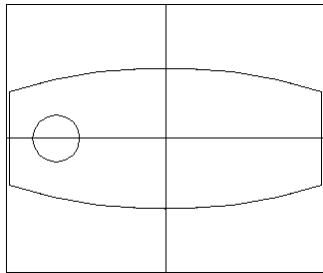

图 14-27
(8) 设置用户坐标系。在命令行直接输入 `ucs`。将新的坐标原点移动到点 `0, 0, 150`。
(9) 切换视图。执行 `View→3D Views→Plan View→current ucs` 命令。
(10) 作圆。单击  按钮或者在命令行直接输入 `circle`。圆心设为 `-70, 0`。半径设为 `15`, 结果如图 14-27 所示。
(11) 重复上述指令, 在右边的对称位置再作一个同样大小的圆。
(12) 单击  按钮或者执行 `View→3D Views→Front` 命令, 切换到前视图。
(13) 作多义线。单击  按钮或者在命令行直接输入 `pline`。